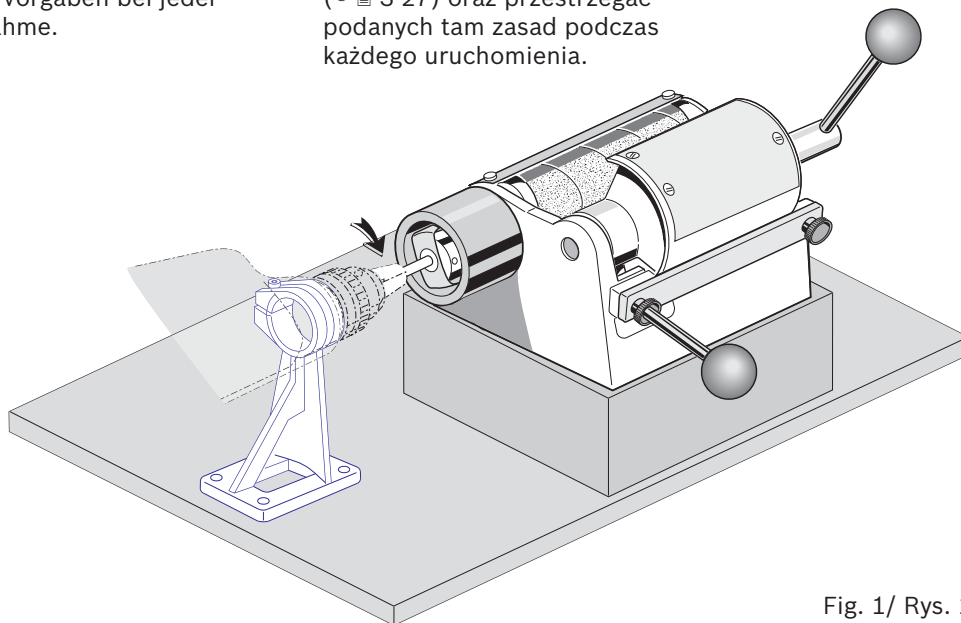

Fig. 1/ Rys. 1
■ Vorbereiten der Ausschärfeinrichtung (Fig. 1)
■ Przygotowanie urządzenia ostrzącego (rys. 1)